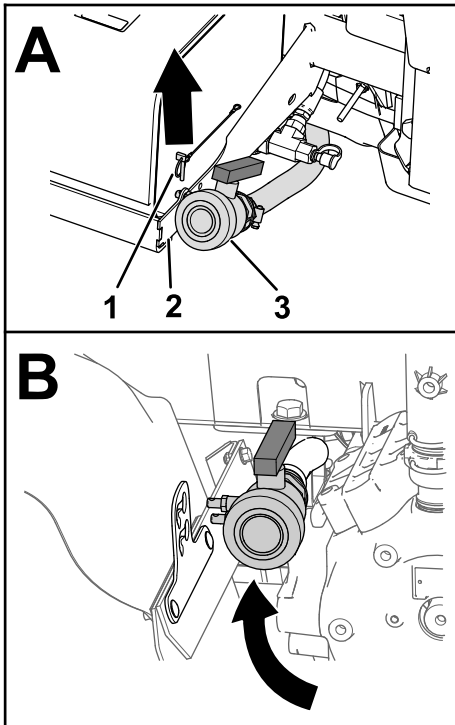

Bild 13
1. Entfernen Sie den Klappstecker, mit dem das Ablassventil an der Behälterhalterung befestigt ist (Bild 13).